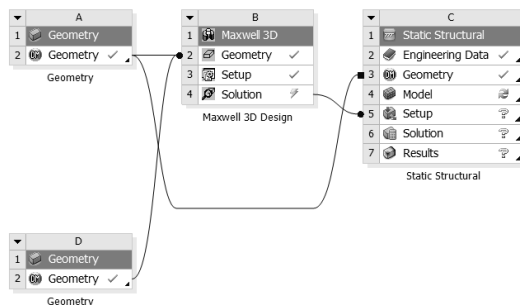

图 19-104 共享几何模型数据
Step2：共享几何模型数据。选择如图 19-104 所示的 A2 (Geometry) 选项不放直接拖曳到 C3 (Geometry) 中。